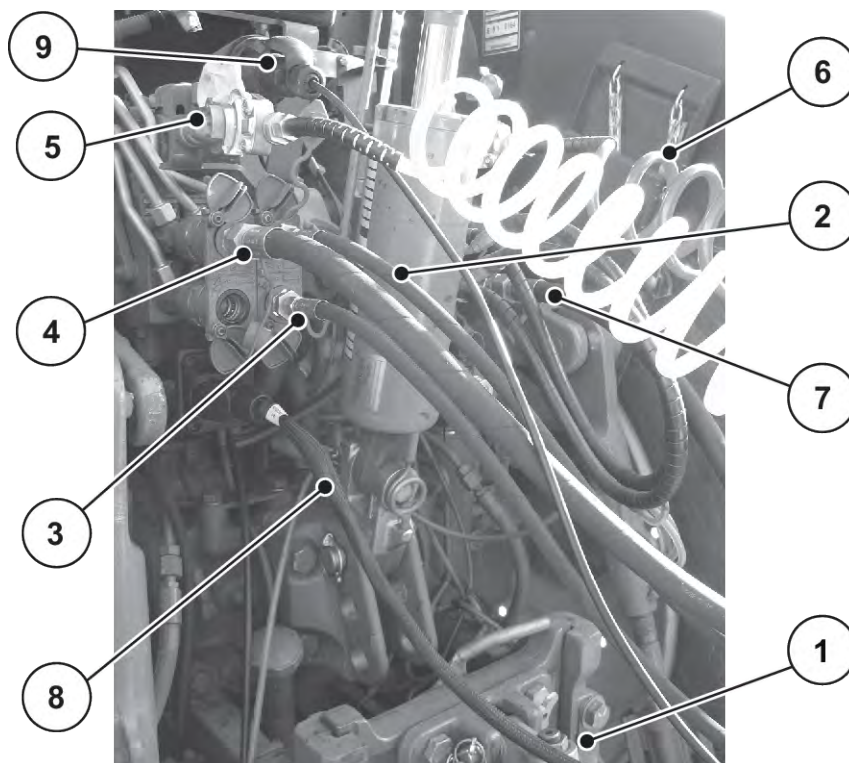

Fig. 26: Anslutningsföljd för maskinkablarna på traktorn
Se Fig. 26
- ▶ Observera anslutningsordningsföljden: Se *Fig. 26 Anslutningsföljd för maskinkablarna på traktorn*
- ▷ Se *Fig. 26 Anslutningsföljd för maskinkablarna på traktorn*.